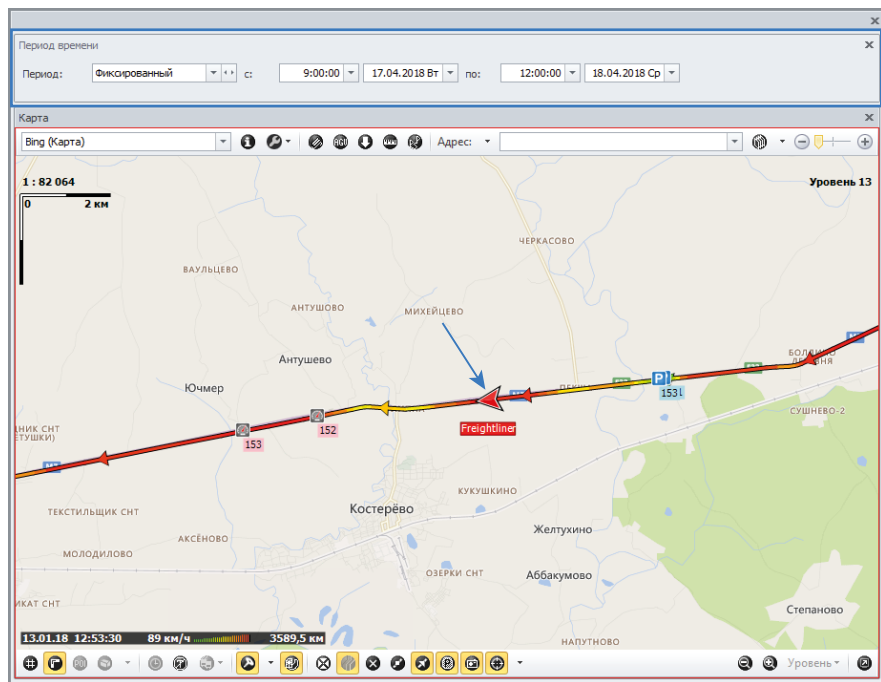

Рис.23. Трек ТС.
- если в Селекторе устройств выбран вид «Период», то перейти в Селектор периода времени и выбрать период просмотра данных (Рис.23). Пользователь может выбрать один из предустановленных периодов или настроить произвольный, задав время начала и окончания периода. Если выбран вид «Файлы», то настройка периода в Селекторе периода времени не требуется. В этом случае в программе отображаются данные за недельный период из выбранного файла.
- после выбора данных и настройки периода на карте будет построен трек транспортного средства за выбранный период (Рис.23).